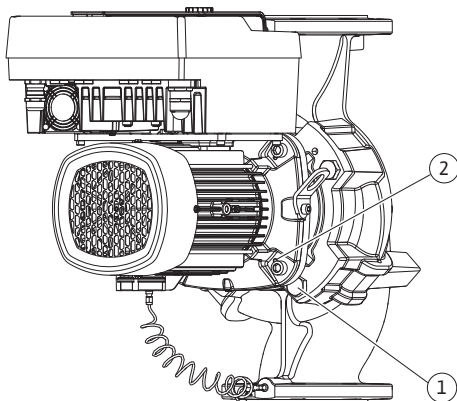

Fig. 104: Fjernelse af indstikssættet via gevindhuller (DN 100 ... DN 125)
22. Ved at fjerne skruerne (Fig. II, pos. 10) løsnes også differenstryktransmitteren fra motorflangen. Lad differenstryktransmitteren (Fig. I, pos. 8) med holdepladen (Fig. I, pos. 13) hænge i trykmåleledningerne (Fig. I, pos. 7). Fjern differenstryktransmitterens tilslutningskabel i elektronikmodulet.
23. Tryk indstikssættet af pumpehuset. Brug her de to gevindhuller (se Fig. 104, pos. 1).
31. Afmonter indstikssættet (se kapitlet "Beskrivelse af pumpen") fra pumpehuset ved at løsne flangeskruerne (Fig. I/III, pos. 29).
32. Ved at fjerne skruerne (Fig. I/III, pos. 29) løsnes også differenstryktransmitteren fra motorflangen. Lad differenstryktransmitteren (Fig. I, pos. 8) med holdepladen (Fig. I, pos. 13) hænge i trykmåleledningerne (Fig. I, pos. 7). Kobl tilslutningskablet til DDG i elektronikmodulet af, eller løs det på stikforbindelsen, og træk det af.
33. De to gevindboringer (Fig. 104, pos. 1), der ligger ved siden af, samt egnede skruer (f.eks. M10 x 25 mm), der er stillet til rådighed på opstillingsstedet, anvendes til afmontering af indstikssættet fra pumpehuset.
34. Før en gaffelnøgle (nøglevidde 32 mm) ind i lanternevinduet (Fig. III, pos. 38), og hold akslen fast på nøglefladerne. Løsn pumpehulsmøtrik (Fig. III, pos. 22). Fjern skiver nedenunder (Fig. III, pos. 23), og træk pumpehulet (Fig. III, pos. 21) af pumpeakslen. Afmonter pasfjeder (Fig. III pos. 37).
35. Træk akseltætning (Fig. III, pos. 25) samt afstandsring (Fig. III, pos. 20) af.
36. Fjern akseltætningens kontraring (Fig. III, pos. 26) fra dens sæde i lanternen.